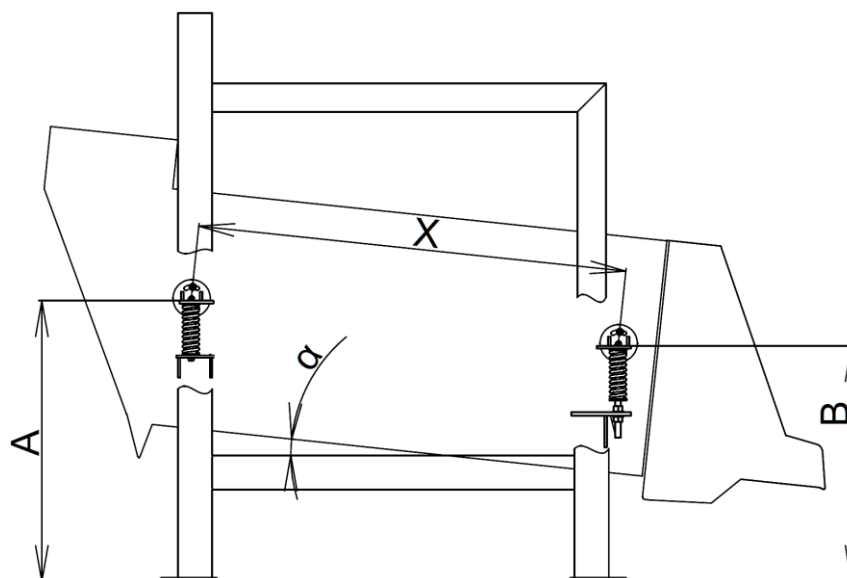

Рисунок 13: Установка угла наклона ситового корпуса
- испытать и измерить величину колебания во время работы машины, см. рис. 13.